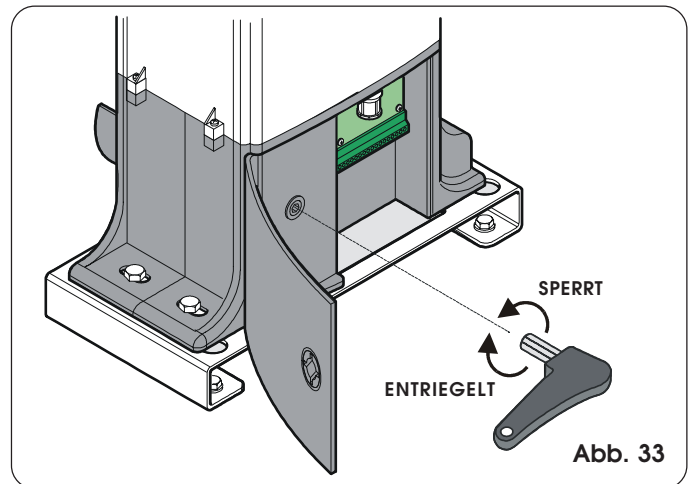

Abb. 33
- Den mitgelieferten Schlüssel, der hinter der Klappe untergebracht ist, herausnehmen. Den Schlüssel in das Entriegelungssystem stecken und im Uhrzeigersinn bis zum mechanischen Anschlag drehen (Abb. 33).
- Den Entriegelungsschlüssel im Gegenuhreigersinn bis zum mechanischen Anschlag drehen (Abb. 33).